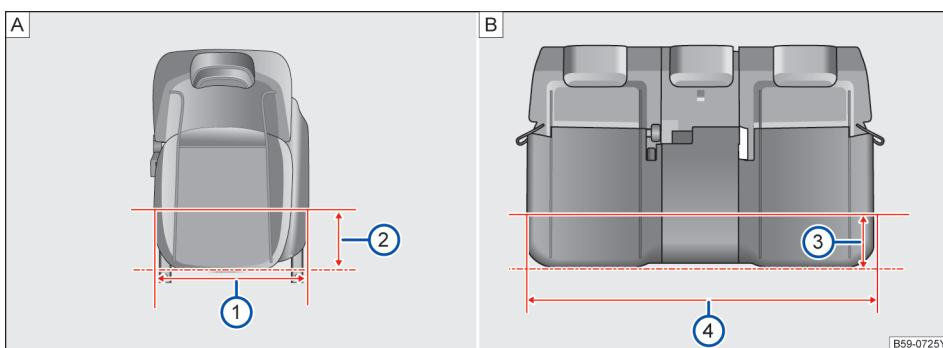

图 94 座椅座宽
如图→图 94 [A] 在距离前排座椅边缘 200mm
时→图 94 [A] ②，前排座椅座垫宽度为
498mm→图 94 [A] ①。
如图→图 94 [B] 在距离第二排座椅边缘 200mm
时→图 94 [B] ③，第二排座椅座垫宽度为
1200.3mm→图 94 [B] ④。